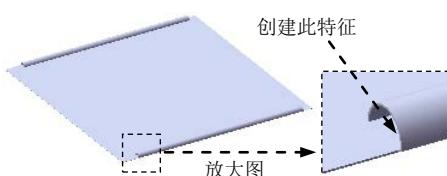
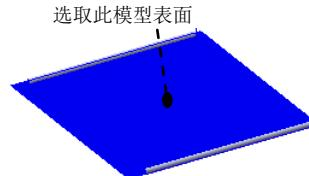
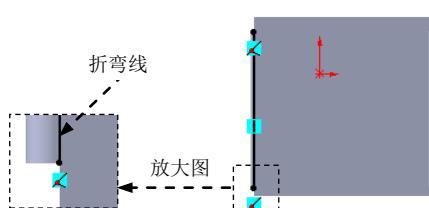
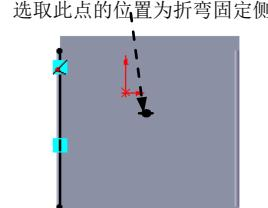

图 17.12.25 创建绘制的折弯 2
图 17.12.26 定义草图平面
图 17.12.27 横断面草图
图 17.12.28 固定侧的位置
Step7 创建图 17.12.25 所示的钣金特征——绘制的折弯 2。选择下拉菜单 **插入(I)** → **钣金(H)** → **绘制的折弯(S)...** 命令；选取图 17.12.26 所示的模型表面为草图平面，绘制图 17.12.27 所示的横断面草图。定义图 17.12.28 所示的固定侧；单击**折弯位置:** 选项中“材料在外”按钮 , 并在 文本框中输入值 90。单击 按钮，完成绘制的折弯 2 的创建。